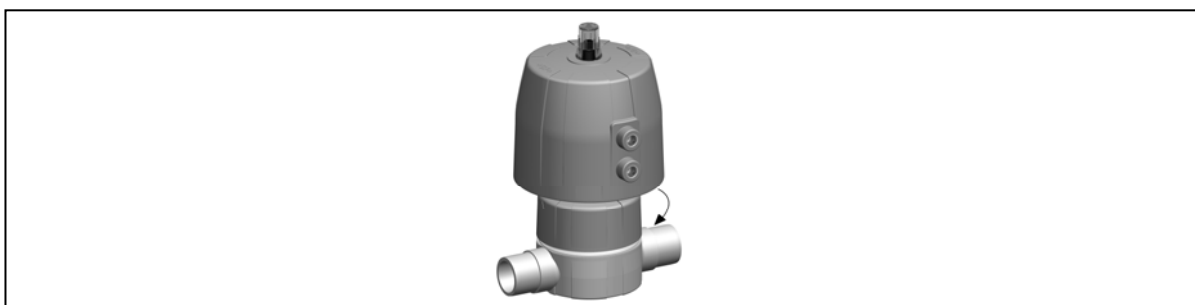

Abb. 25
- ▶ Gehäusemutter handfest anziehen, siehe Abb. 25